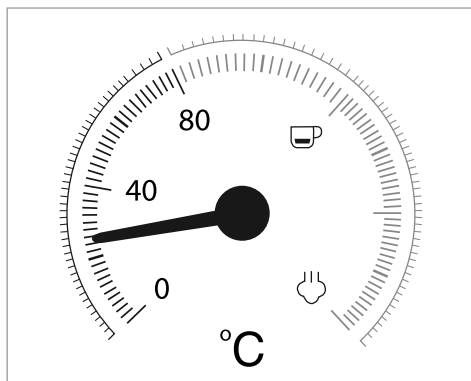

Fig. 1
Afișajul temperaturii (2) indică la ce temperatură a încălzit aparatul (Fig. 1).